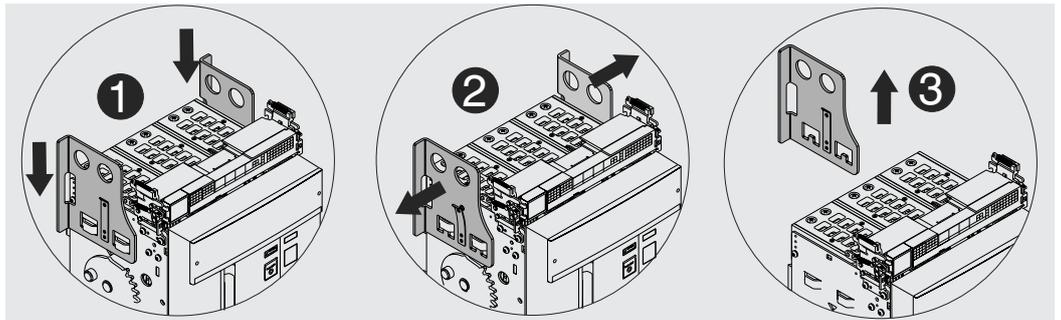

Figura 90
5. Sganciare la linguetta e togliere dalla parte mobile le piastre di sollevamento. Vedi Figura 90.